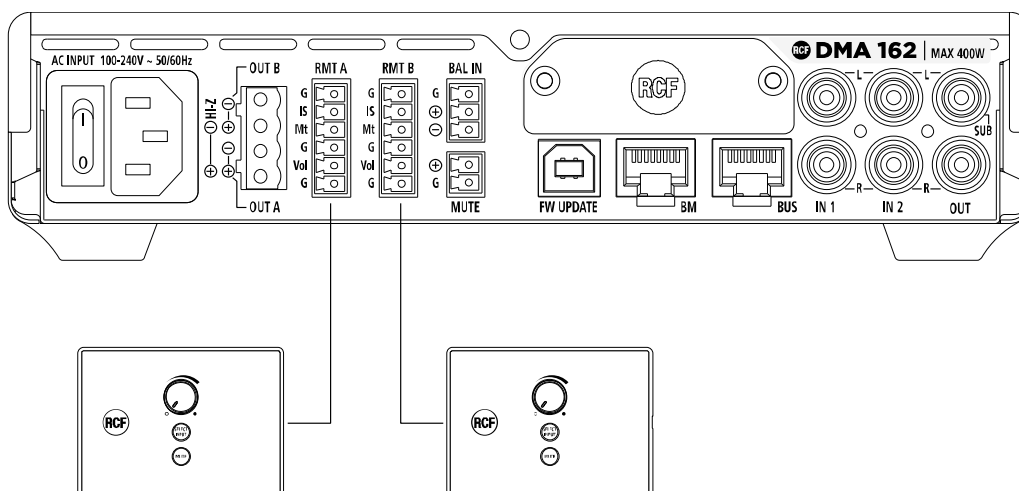

Figura 1
**i** Gli schemi di collegamento mostrati in Figura 1 e Figura 2 rappresentano le configurazioni delle applicazioni descritte nelle tabelle successive.